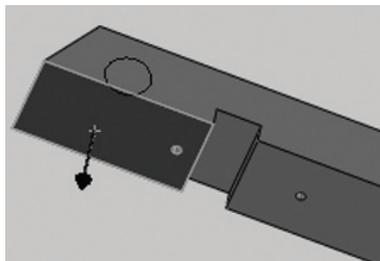

Figura 3.6 – Face inferior selecionada
2.10 Agora vamos utilizar novamente o Assistente de perfuração para furos de outra medida. Clique na face da peça mostrada na Figura 3.6.